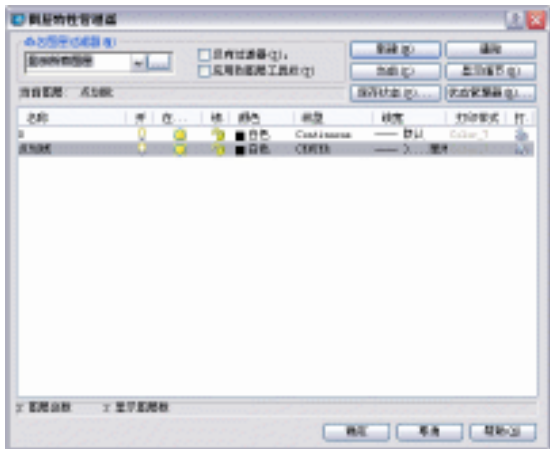

图 5-2-5
- STEP 09** 单击“确定”按钮返回“图层特性管理器”对话框，新建的“点划线”层，如图 5-2-5 所示。